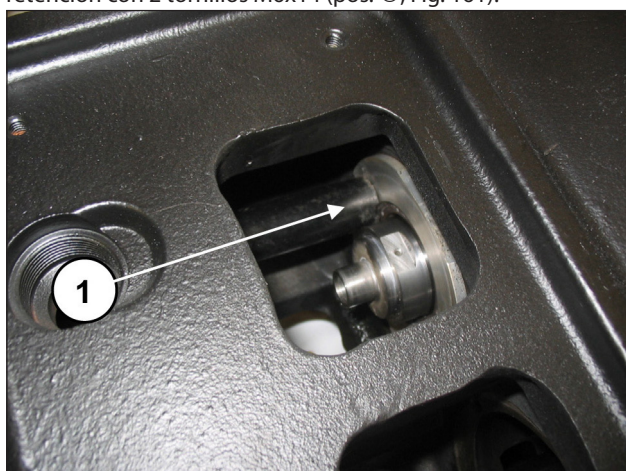
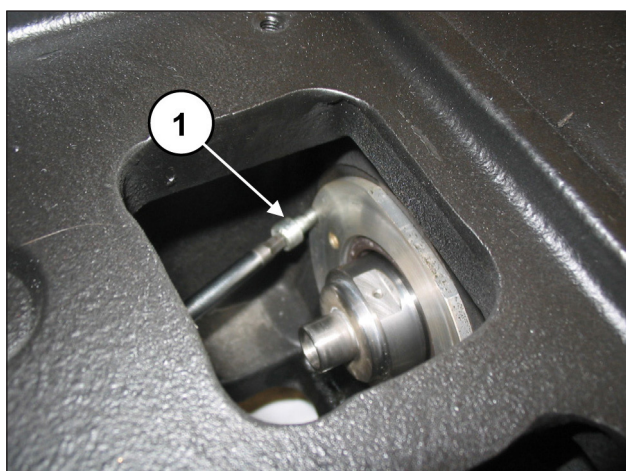

Fig. 160
Fig. 161
Comprobar que la tapa entre a fondo en el alojamiento (pos. ①, Fig. 160) sin dañar el labio del retén. Fijar las tapas de retención con 2 tornillos M6x14 (pos. ①, Fig. 161).